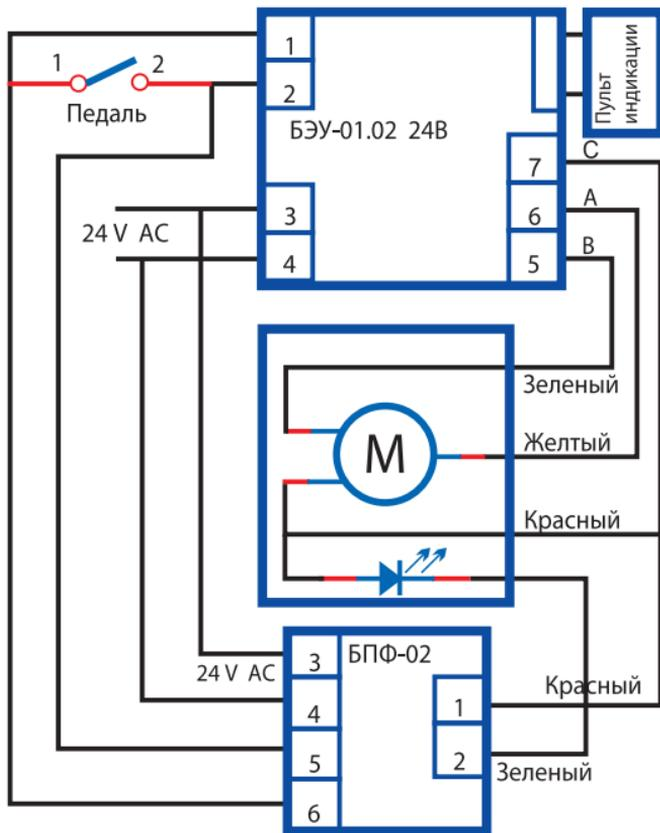

Рис.4
6. При подключении микроэлектродвигателя с LED подсветкой подключить в соответствии с Рис.4 блок питания фиброоптики **БПФ-02**, выпускаемый ООО «Медторг+» (в комплект не входит).